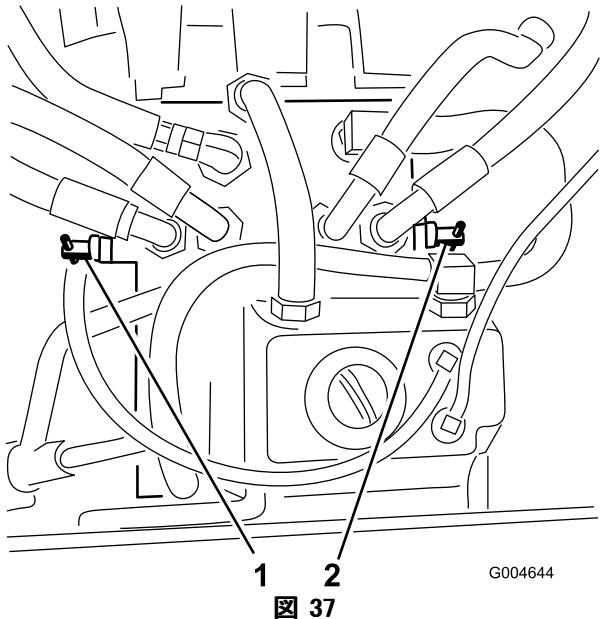

図 37
3. 各バイパス・バルブを左回りに1回転させる(図 37)。
各バイパス・バルブを右回りに1回転させ、手で普通に締めてください（締め付けトルクで約8 N·m (0.8 kg·m)）（図 37）。